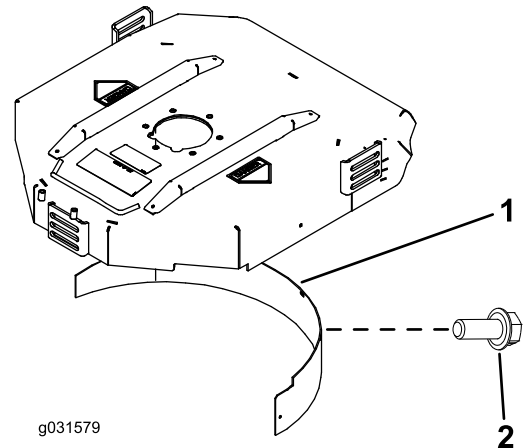

Figura 22
2. Instale el deflector de mulching en el hueco trasero y fíjelo con 5 pernos con arandela prensada (Figura 22).